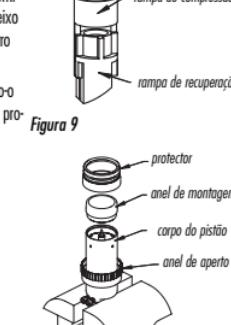

Figura 6
3. Retire cuidadosamente o corpo do pistão para fora do cilindro grande. A anilha deslizante (figura 6) move-se para fora do pistão à medida que este sai do dito cilindro. Evite adulterar as anilhas mantendo todas as peças limpas e sem detritos. NÃO remova os botões de regulação preto e prateado. Se o fizer, danifica o mecanismo interno do amortecedor.